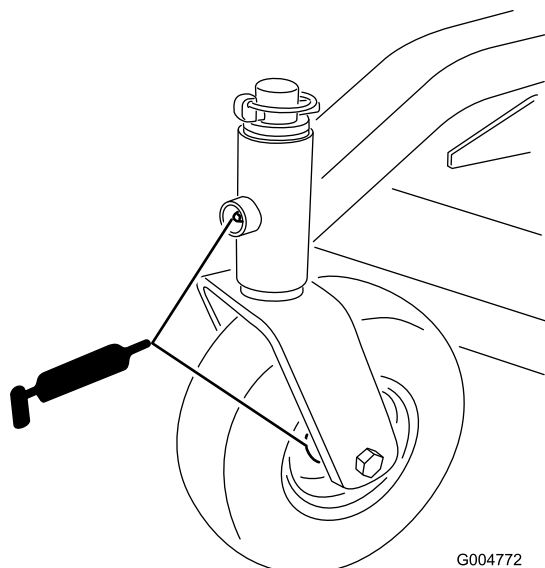

図 13
- ・ キャスタスピンドルのブッシュ (図 13)
- ・ キャスタホイールのベアリング (図 13)